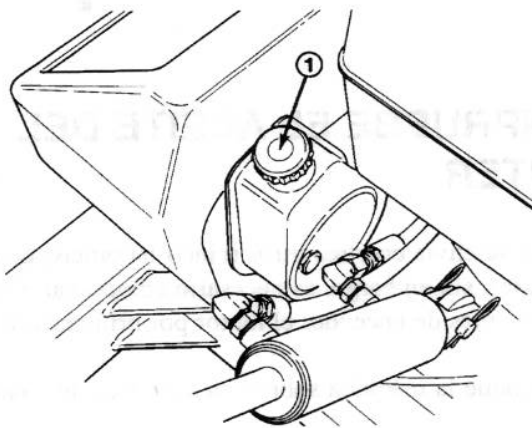

Figure 2
1. Retirer le bouchon du réservoir d'essence (Fig. 2) d'une contenance de 1,5 gallons (5,68 l), et remplir le réservoir d'essence sans plomb jusqu'à 25 mm du bord. Revisser solidement le bouchon.
2. Retirer le bouchon de jauge (Fig. 2) du goulot de remplissage, et essuyer la jauge avec un chiffon propre. Réinsérer la jauge à fond dans le goulot de remplissage, puis la retirer et contrôler le niveau. Si l'huile n'arrive pas au moins à 13 mm de la marque du plein (FULL), rajouter de l'huile moteur SAE 10W-30 pour amener le niveau à la marque du plein. Ne pas trop remplir.